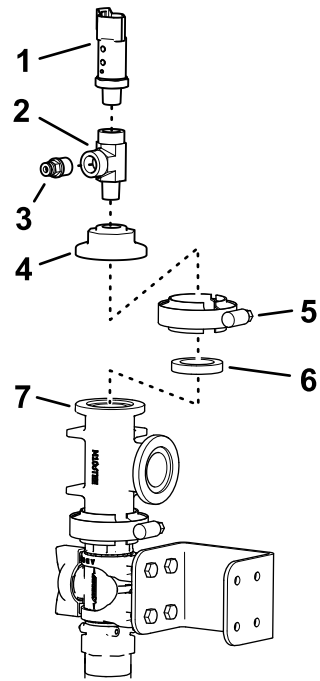

图 43
8. 在连接器的螺纹上施用聚四氟乙烯密封材料并将连接器连接至 T 形接头 图 43。
9. 在 T 形接头的螺纹上施用聚四氟乙烯密封材料并将 T 形接头连接至接头帽 图 43。
10. 如图 43 所示将压力传感器安装到 T 形接头。
11. 用垫片和法兰夹具把接头帽和传感器组装到控制阀上并用手拧紧夹具 图 43。